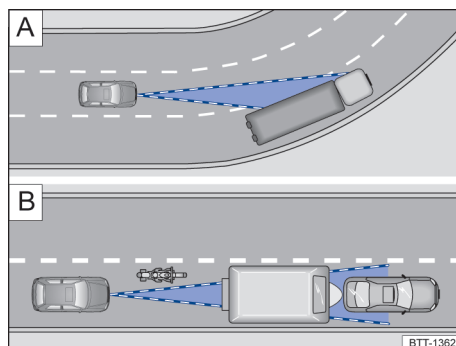

Fig. 102 [A] Conducción en curva. [B] Vehículos fuera del área de alcance del sensor del radar
El sensor de radar siempre realiza las mediciones en dirección recta. Por lo tanto, los vehículos en curvas cerradas pueden detectarse accidentalmente o los vehículos que se encuentran adelante pueden no detectarse → fig. 102 .
- Vehículos que conducen fuera del área del sensor a poca distancia del propio vehículo, por ejemplo, motocicletas → fig. 102 .